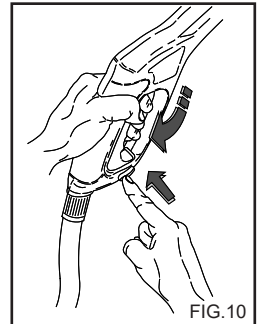

FIG. 10
- Wenn der Hochdruckreiniger nicht benutzt wird, die Sicherheitsvorrichtung am Griff schließen. (Fig. 10)